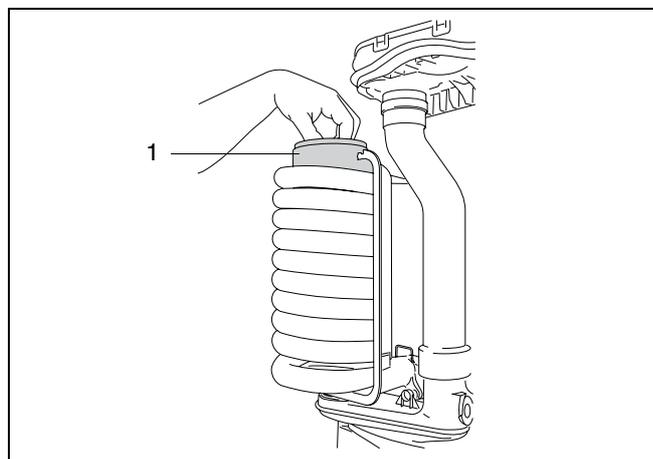

Fig. 38 Rimozione del pistone di deviazione fumi
- Rimuovere il pistone di deviazione fumi dallo scambiatore di calore (fig. 38, pos. 1).